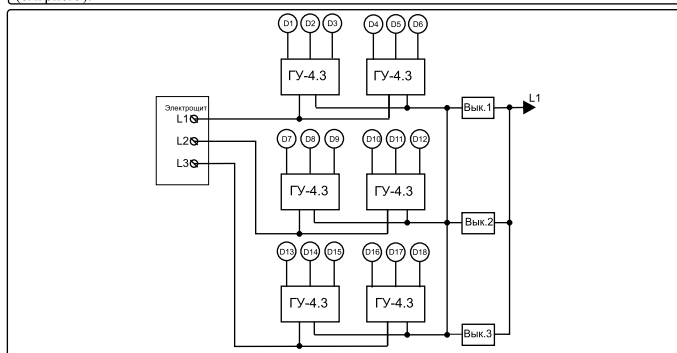

Рисунок 5. Схема подключения ГУ-4.3 к разным «фазам» питающей сети
- Подключить образованные группы к разным «фазам» (см. рис. 5).
Внимание! Если требуется подключить несколько выключателей, общий контакт этих выключателей следует подключить к одной и той же «фазе» питающей сети, например, к «фазе» L1 (см. рис. 5).